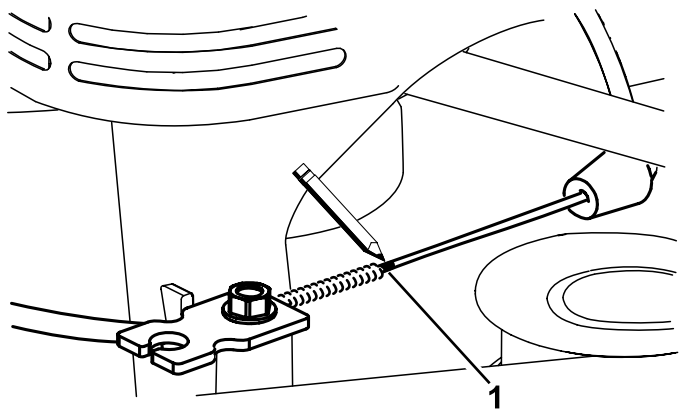
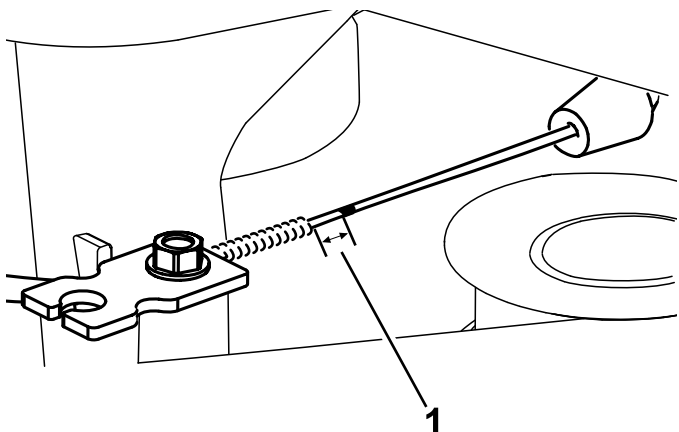

Figura 44
Figura 45
7. Marque el cable de freno (Figura 44), luego ajuste la cubierta hasta que quede aproximadamente 11 mm (7/16") de holgura (Figura 45).